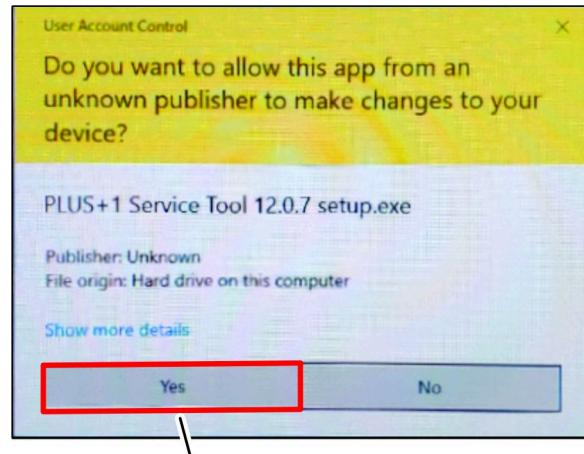

Figura 22
4. Se a caixa de diálogo Controlo da Conta de Utilizador aparecer, clique em SIM (Figura 22).